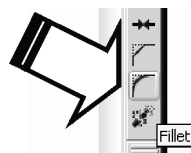

Fig. 2.8 Selec-tarea pictogramei **Fillet**
6. În continuare, se vor rotunji colțurile dreptunghiului exterior. Cu butonul stâng al mouse-ului se selectează pictograma comenzii **Fillet** din același meniu grafic **Modify**, situat în partea dreaptă a ecranului – Fig. 2.8.